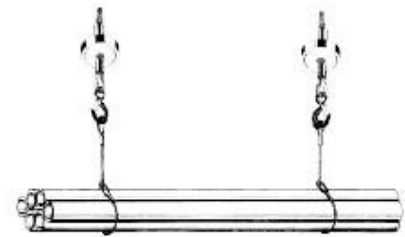

Fig.3
8. Nu utilizați 2 electropalane pentru a ridica o incarcatura (Fig. 3).